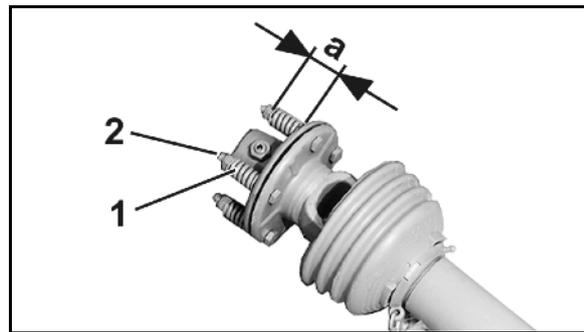

Fig. 93
2. Federn (Fig. 93/1) durch Lösen der Muttern (Fig. 93/2) entlasten.